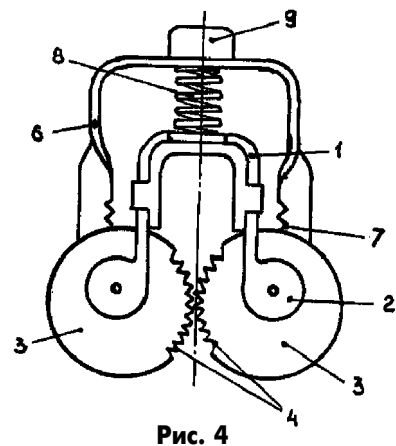

Рис. 4
**Универсальный зажим** описан в патенте Российской Федерации 2123076 (1998 г.). Зажим (рис.4) содержит упругий элемент 1 в виде подковообразной пружины, в пазах 2 которой подвижно закреплены эксцентриковые зажимы 3 с зубчатой насечкой 4. Каждый эксцентриковый зажим выполнен из двух половин, одна из которых имеет шестерню. Вращение эксцентриковых зажимов осуществляется подковообразной пружины 6 с линейными шестернями 7 на концах, которая перемещается при нажатии на цилиндрическую пружину 8 кнопкой 9.